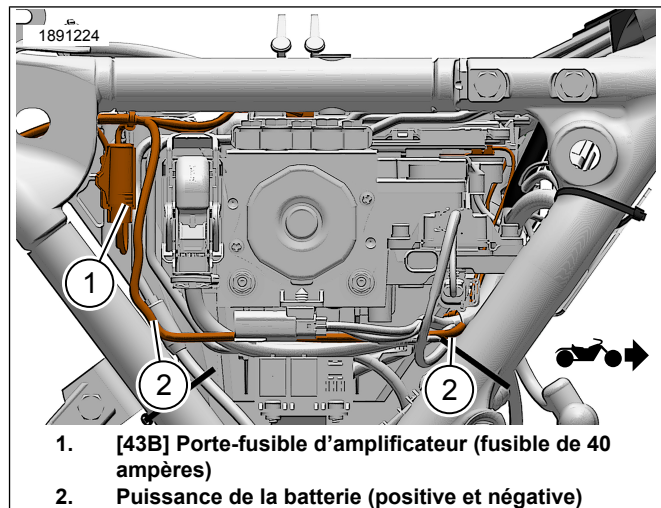

Figure 12. Vue de droite du routage du sous-secteur du faisceau externe
9. Voir la Figure 12. Retirez le porte-fusible [43B] du bouchon d'étanchéité.